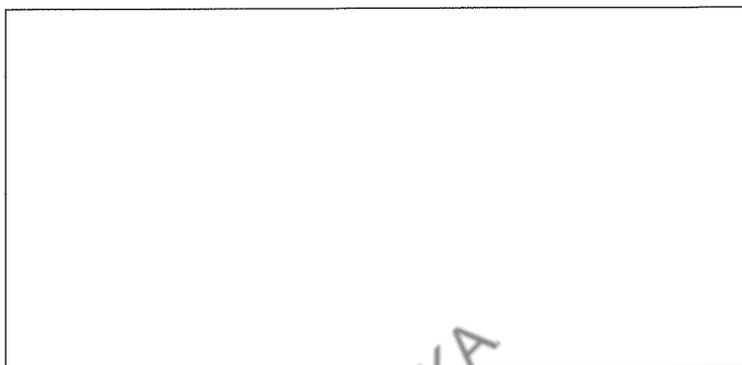

Рис. 57.
3. Для затяжки анкерных болтов крепления основания подъемника воспользуйтесь динамометрическим ключом, установив момент затяжки 168 Н/м (Рис. 57).